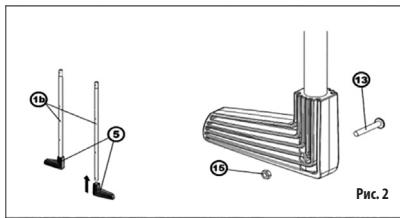

Рис. 2
Нижние уголники (5) надвиньте на правильный конец (в соответствии с отверстиями) нижних трубок задних ножек (1b). Зафиксируйте с помощью соответствующих болтов (13) и гаек (15). (Рис. 2)